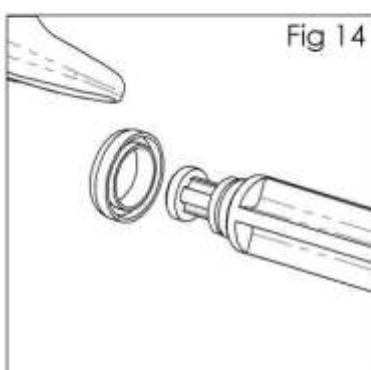

Fig 14
12. Установите новое седло клапана (19) на инструмент для обслуживания (58). Канавка должна быть направлена наружу. (См. рис. 14.)